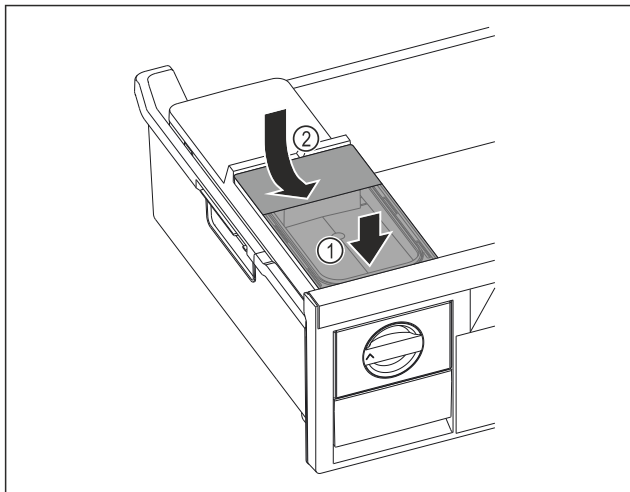

Fig. 99
- ▶ Rezervoar za vodo namestite spredaj. Fig. 99 (1)
- ▶ Zadaj rezervoar za vodo spustite. Fig. 99 (2)